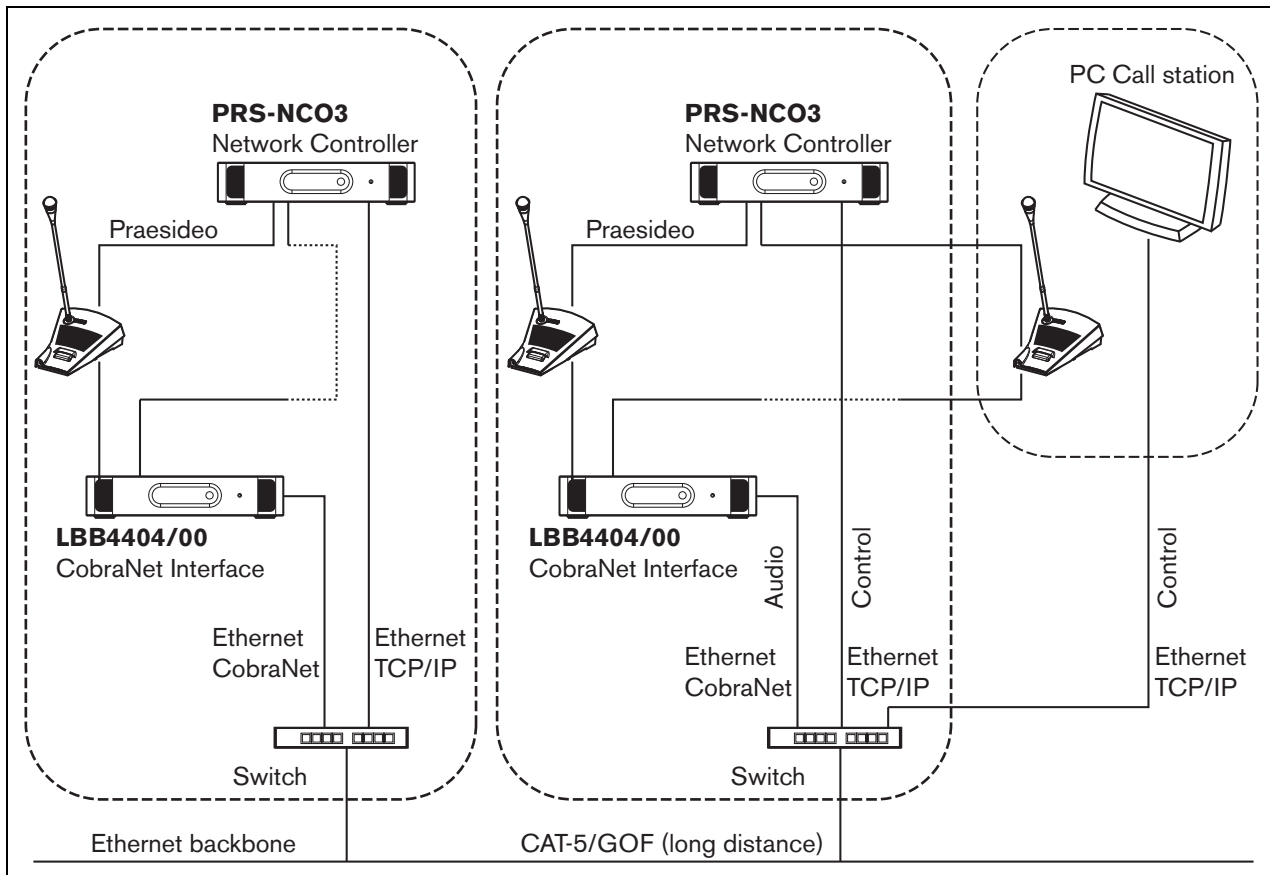

figura 33.4: Conexión de sistemas
- Conectar sistemas Praesideo (consulte figura 33.4 para ver un ejemplo).